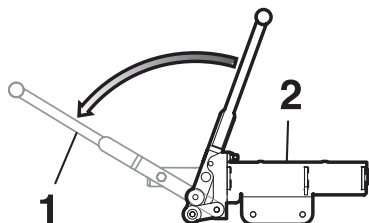

Fig. 24
- Tirare completamente verso l'esterno la leva manuale (1) del dispositivo di attivazione (2) (forte pressione). (fig. 24)
**Nota:** In caso di irrigidimenti tra il veicolo trainante e il rimorchio, aiutare la procedura di sganciamento mediante "strattoni" oppure ricorrendo alla **sospensione pneumatica**. In questo caso, la molla a gas presente nel dispositivo di attivazione manuale (2) supporta la procedura di apertura fino a quando il bullone del gancio è rivolto verso l'alto (gancio aperto).